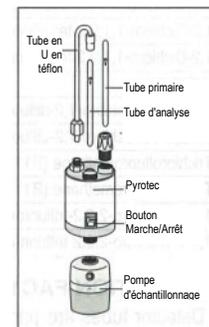

fig.1
- Insérez le tube primaire et le tube d'analyse dans le Pyrotec de Gastec avec la flèche (G) du tube dirigée vers le système pyrolyseur Pyrotec de Gastec (fig. 1).